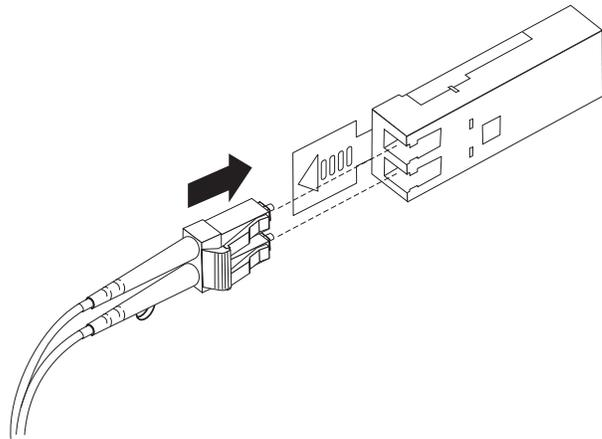

Figure 21. Insertion d'un câble Fibre Channel LC-LC dans un module SFP
4. Insérez délicatement cette extrémité du câble LC-LC dans le module SFP qui est installé dans le DS3400. Le câble est équipé d'un dispositif de détrompage pour en assurer l'installation correcte. En tenant le connecteur, enfoncez le câble jusqu'à ce qu'un clic se fasse entendre, comme illustré dans la figure 21.